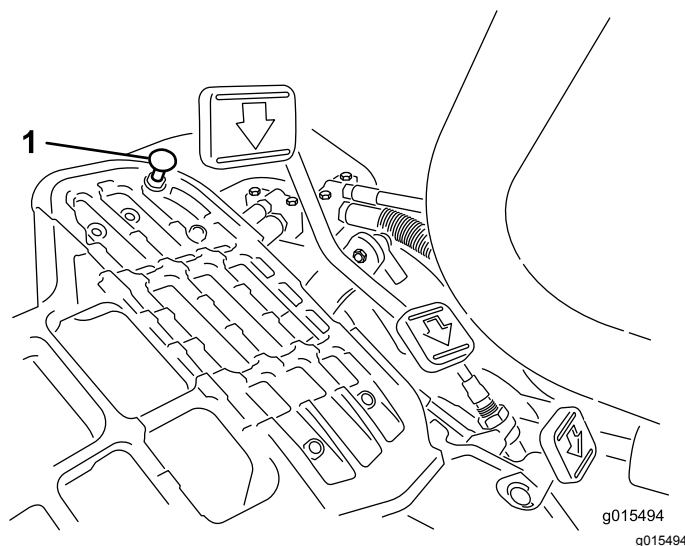

Figura 34
Para obter a velocidade máxima de transporte, engate a alavanca de controlo de função na posição TRANSPORTE e carregue para baixo no pedal de tração. Se o pedal entrara em contacto com o batente (Figura 34) antes de sentir tensão no cabo, é necessário efetuar o seguinte procedimento de ajuste:
1. Ponha a alavanca de controlo de funcionamento na posição TRANSPORTE e liberte a porca de bloqueio que fixa o batente do pedal à placa inferior (Figura 34).